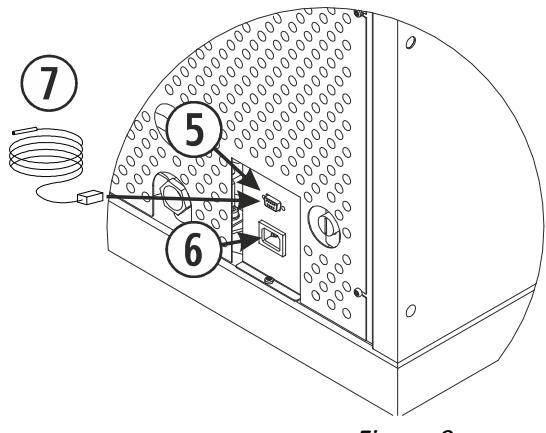

Figura 9
A sonda de ambiente (7) e o cabo de alimentação ligam-se na parte traseira da estufa indica a *figura 9*. Saberemos que a caldeira o reconhece porque veremos a temperatura ambiente no painel de comandos. Se ligarmos um termostato ou contacto, no lugar de visualizar a temperatura ambiente aparecerá (·) indicando-nos que há algo ligado na porta de comunicação.